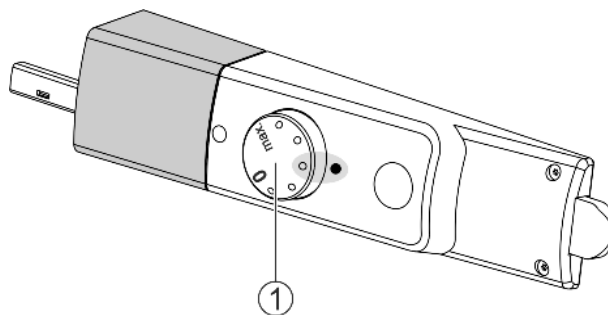

Fig. 3
- Gire el regulador de temperatura Fig. 3 (1) hacia la derecha desde la posición 0 hasta el punto 3.